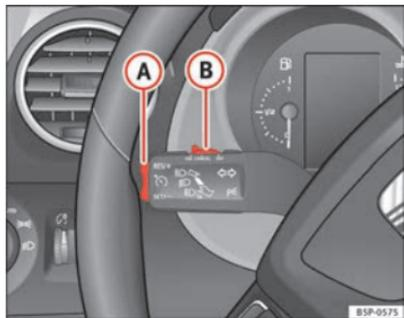

Fig. 148 Leva degli indicatori di direzione e degli abbaglianti: interruttore e tasto di comando del regolatore di velocità
- Quando il veicolo raggiunge la velocità che si desidera impostare, premere una volta sulla parte inferiore del tasto **SET/-** ⇒ fig. 148 **A**.